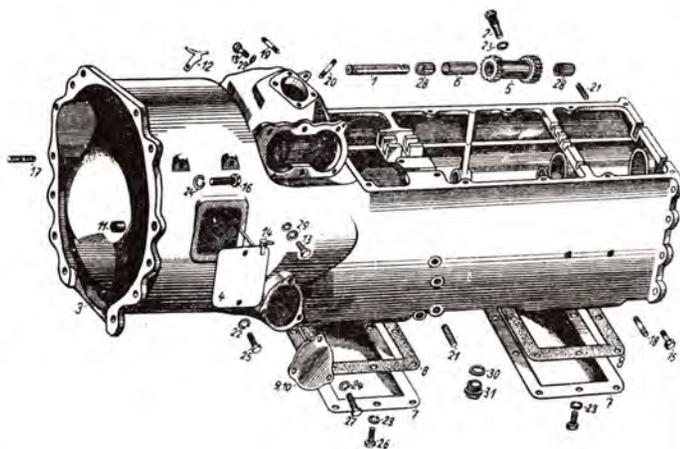
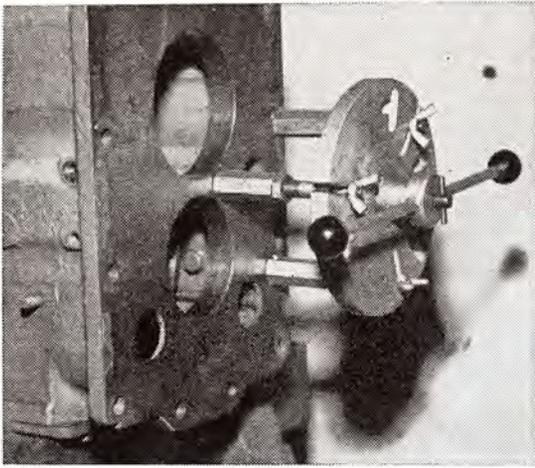

Abb. 82
Abb. 85
1. Acht Schrauben M 10 des unteren Vorderdeckels des Getriebegehäuses (Abb. 82/7) sind auszuschrauben.
3. Mit Hilfe eines Abziehers (Abb. 85) — zum Abzieher können auch kurze Ständerfüsse benützt werden — ist die Nutenwelle (Abb. 84/4) nur zum Teil herauszuziehen; dadurch wird der Vorderteil der Nutenwelle aus den Nadellagern in der Kupplungswelle herausgeschoben.
1. Die Sicherungsschraube (Abb. 82/2) ist aus dem Bolzen (Abb. 82/1) des Rades des Rückwärtsganges auszusrauben. Mit Hilfe eines Abziehers (Abb. 85) ist der Bolzen aus dem Getriebegehäuse herauszuschieben.
2. Dadurch wird das Rad des Rückwärtsganges (Abb. 82/5), das vorsichtig aus dem Getriebegehäuse herauszunehmen ist, gelöst. Achtung, dass keine Nadeln aus den Nadellagern herausfallen.